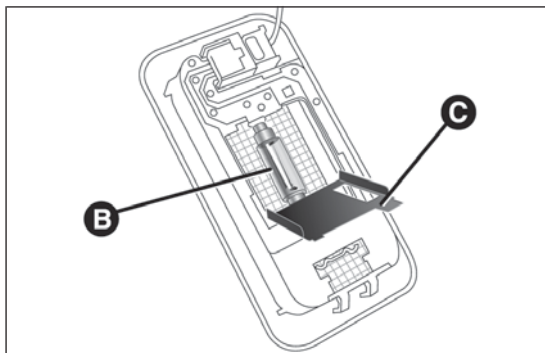

fig. 196
- ☐ abrir la tapa C fig. 196 y sustituir la lámpara B, soltándola de los contactos laterales;